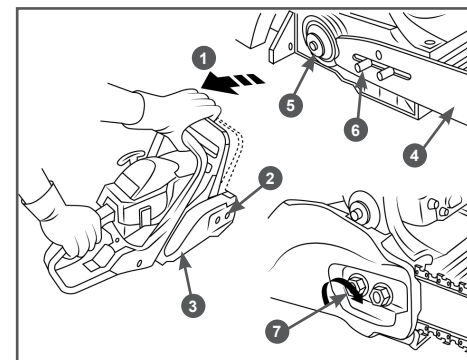

Рис. 2 Установка шины
1. Перед установкой шины и цепи убедитесь в том, что тормоз цепи находится в расторможенном положении. Для этого ручку тормоза 1 (Рис. 2) потяните на себя до щелчка.
2. Открутите гайки 2 и снимите крышку шины 3 (Рис. 2).
3. Установите шину 4 пазом на шпильки крепления шины 6 и передвиньте ее в сторону муфты сцепления 5 для облегчения установки цепи (Рис. 2).
- Вращая шестерню натяжителя цепи 7 (Рис. 2) против часовой стрелки, установите палец натяжителя в крайнее левое положение. Установите на место крышку шины 3 (Рис. 2).
- Отрегулируйте натяжение цепи (см. раздел «Регулировка натяжения цепи» вращая шестерню натяжителя цепи 7 (Рис. 2) по часовой стрелке.